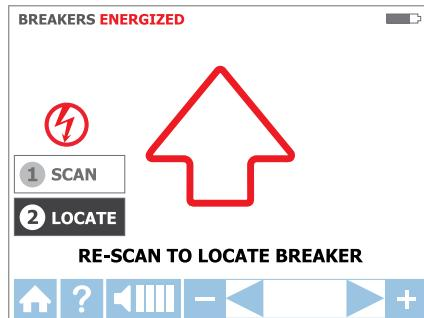

Figura 3.4c
- a. Seleccione el modo LOCATE (UBICACIÓN) con las flechas direccionales para resaltar este modo de funcionamiento y presione el botón amarillo "ENTER (INTRO)". (Consulte la Figura 3.4c).
- b. Vuelva a realizar una lectura de cada interruptor/fusible tocando cada uno con el sensor de punta durante medio segundo. La flecha roja activa indica el proceso de lectura (consulte la Figura 3.4c). Asegúrese de que la marca en el sensor de punta esté paralela al interruptor longitudinalmente. (Consulte la Figura 3.4d).